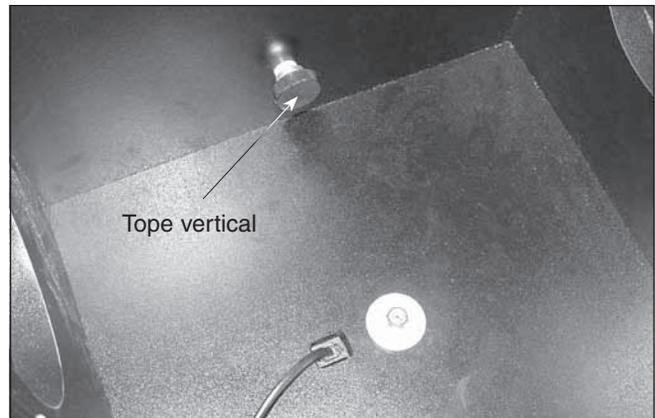

Figura 7. Tope vertical
7. Coloque el casquillo de latón (F) en el tornillo del eje acimutal (I) de manera que el extremo ancho del casquillo quede más cerca del disco del codificador (J). Apoye el casquillo sobre el disco del codificador de manera que la característica de registro del casquillo vaya en el agujero del disco del codificador. Puede que tenga que mover el disco del codificador sobre el tornillo del eje acimutal un poco para el que casquillo se acople correctamente.
8. Coloque con cuidado la placa base superior (D) sobre la placa base del suelo (A) y bájela de manera que el casquillo de acimut de latón (F) pase a través del agujero central de la placa base superior (figura 7). Coloque la arandela grande restante (K) en el eje del tornillo del eje acimutal (I); a continuación, enrosque la tuerca de seguridad hexagonal (L) en el extremo del tornillo de eje acimutal y apriétela con los dedos, por el momento.
Coloque tres arandelas planas sobre el eje del tornillo de tope vertical. Enrosque el tope vertical en el inserto roscado de la parte interna del panel delantero hasta que quede apretado (**figura 7**). La posición del tope vertical se puede ajustar añadiendo o quitando arandelas. Esto es importante cuando se utiliza el localizador informatizado de objetos IntelliScope, ya que el tubo óptico debe estar exactamente en posición vertical antes de comenzar con el procedimiento de alineación de dos estrellas (descrito más adelante). Para un ajuste preciso del tope vertical, consulte el manual del localizador informatizado de objetos.